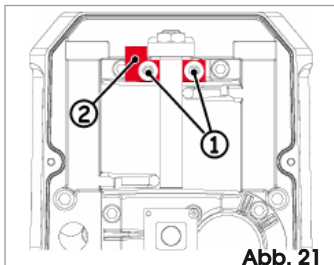

Abb. 21
1. Die zwei Schrauben, Abb. 21 Bez. ①, die sich im oberen Teil des Balkens befinden, abschrauben.
2. Den Anschlagsscheibe abnehmen, Abb. 21 Bez. ②.